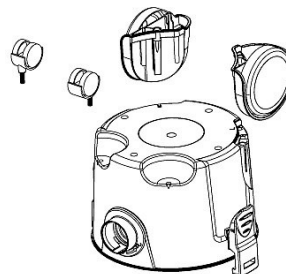

Fig. 5: Montaje de las ruedas
Paso 3: Coloque el depósito boca abajo para montar las ruedas del aspirador (fig. 5). Preste atención a la orientación correcta de las ruedas durante el montaje. Las ruedas y el depósito están marcados con R y L, respectivamente. Monte las ruedas R en la marca R y las ruedas L en la marca L. Fije las ruedas con los tornillos.